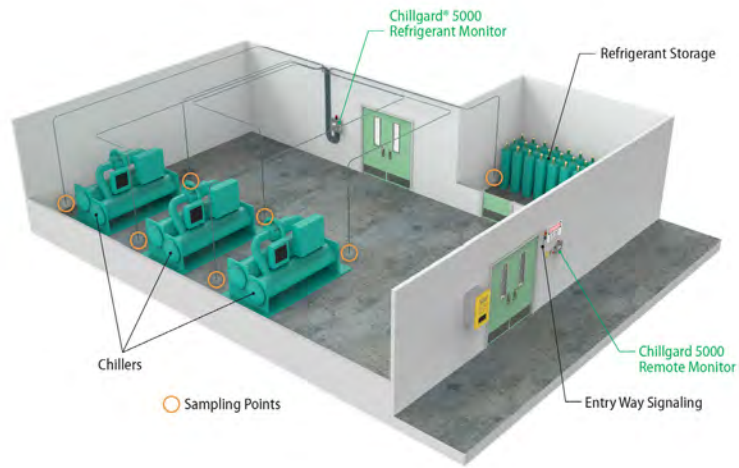

图 7 制冷剂的安装位置
- 安装位置应高出地面 5 英尺（1.5 米）（图 7，图 9）。